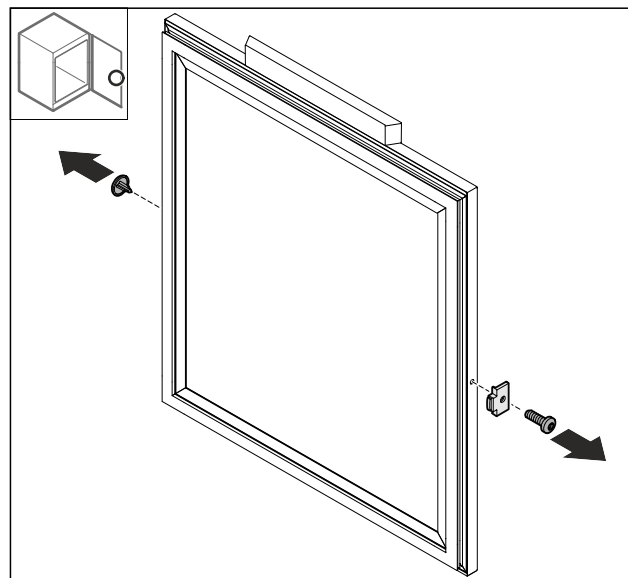

Fig. 45
- Retirer le cache Fig. 45 (1).
- Démontez la butée de porte Fig. 45 (2).